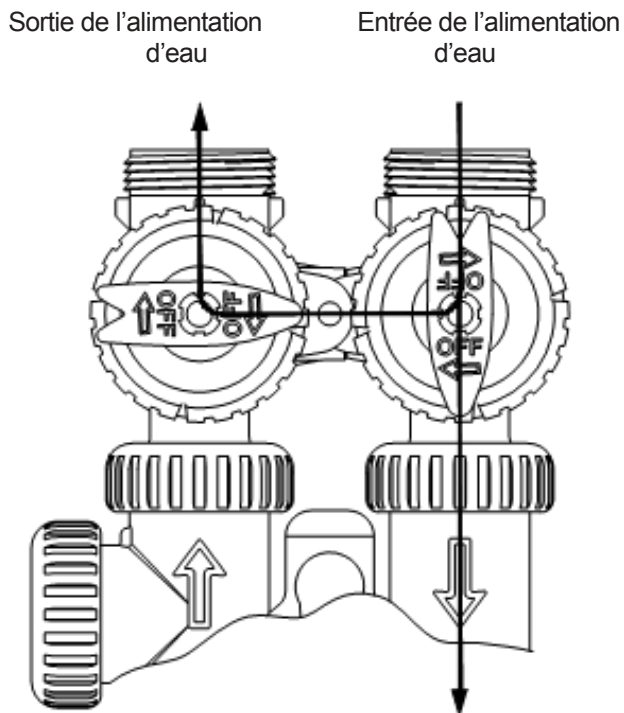

Figure 2
2. Position de dérivation : Les poignées d'entrée et de sortie pointent au centre de la dérivation, la vanne de commande est isolée par la pression d'eau contenue dans la plomberie. L'eau non-traitée est distribuée à la plomberie (voir figure 2).